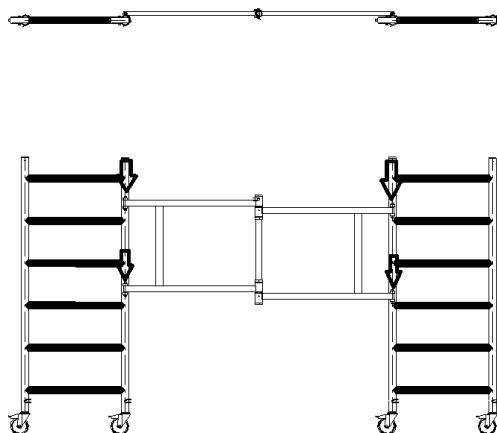

Rys. 2. Montaż zestawu kołowego 120
1. Zamontować zestaw kołowy 120 mm w kolumnach dwóch drabin blokując je zawleczkami (Rys. 2).